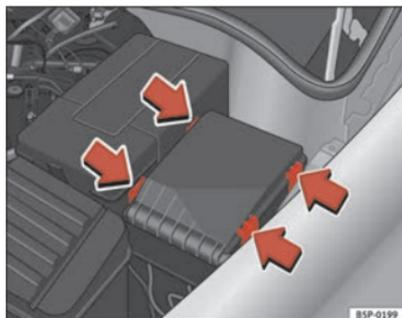

Fig. 182 Cache du boîtier de fusibles dans le compartiment moteur
- Retirez le cache de fusibles du compartiment moteur en faisant pression sur les languettes vers le centre du cache ⇒ fig. 182.